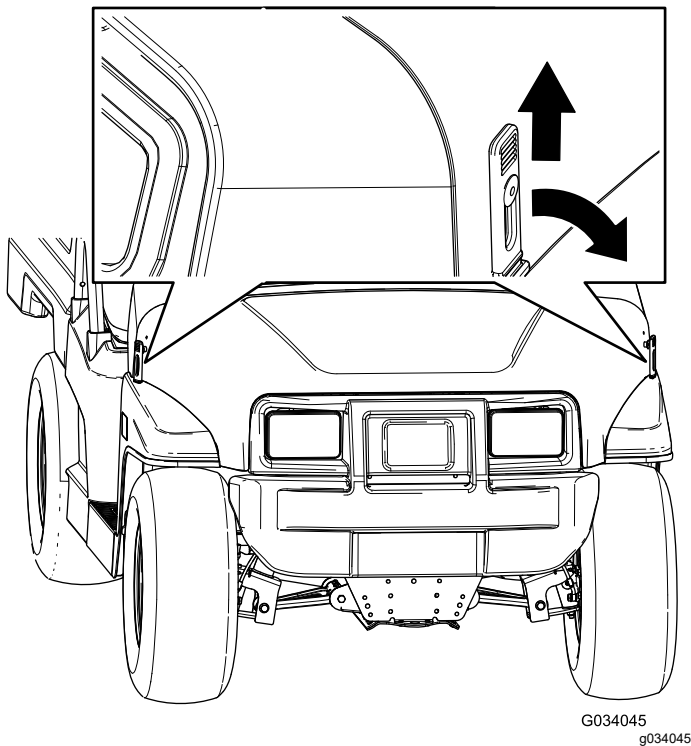

Bild 24
1. Heben Sie den Hebel der Gummiriegel an jeder Seite der Motorhaube an (**Bild 24**).
2. Fluchten Sie die Gummiriegel auf den Riegelankern an jeder Seite der Motorhaube aus, um die Motorhaube zu befestigen (**Bild 24**).